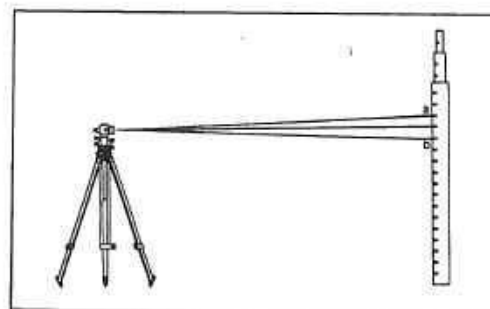

図61
- 1) 機械を水平に据え付け高度目盛を90°（水平）に合わせ、20m~40m離れた位置に標尺を立て、その目盛の読みをaとします。（図61）